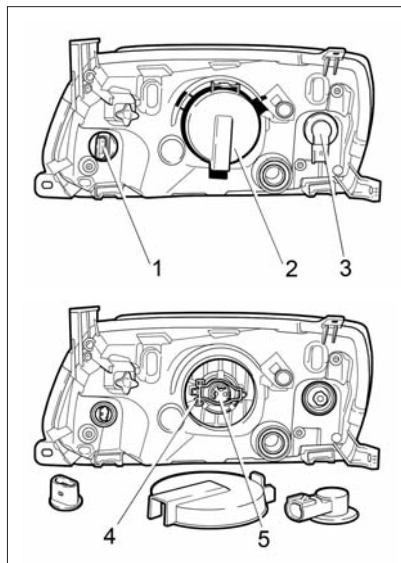

Рис. 59. Блок-фара
Для доступа к лампе ближнего/дальнего света выньте защитную крышку 2 (рис. 59), отсоедините колодку жгута проводов и снимите резиновый кожух лампы, отведите поочередно в стороны «усики» 4 пружины ламподдержателя, предварительно нажав на них, выньте лампу из посадочного места рефлектора. Монтаж новой лампы проводите в обратном порядке. Все работы по установке галогеновой лампы проводите в перчатках во избежание оставления следов на колбе лампы. После установки лампы ближнего/дальнего света убедитесь в плотном прилегании резинового кожуха на цоколе лампы и корпусе блок-фары.
Рис. 59а. Задний фонарь автомобиля с кузовом «седан»
Рис. 59б. Задний фонарь автомобиля с кузовом «лифтбек»
Для снятия лампы в заднем фонаре автомобиля с кузовом «седан» (рис. 59а) проделайте следующие действия:
Рис. 59в. Снятие заглушки опоры полки
Для снятия лампы в заднем фонаре автомобиля с кузовом «лифтбек» (рис. 59б) проделайте следующие действия:
- нажмите пальцем через отверстие в заглушке опоры полки на защелку 1 (рис. 59в);
Рис. 59г. Боковой указатель поворота
Для замены лампы в боковом указателе поворота 1 (рис. 59г) снимите его с автомобиля. В гнез-